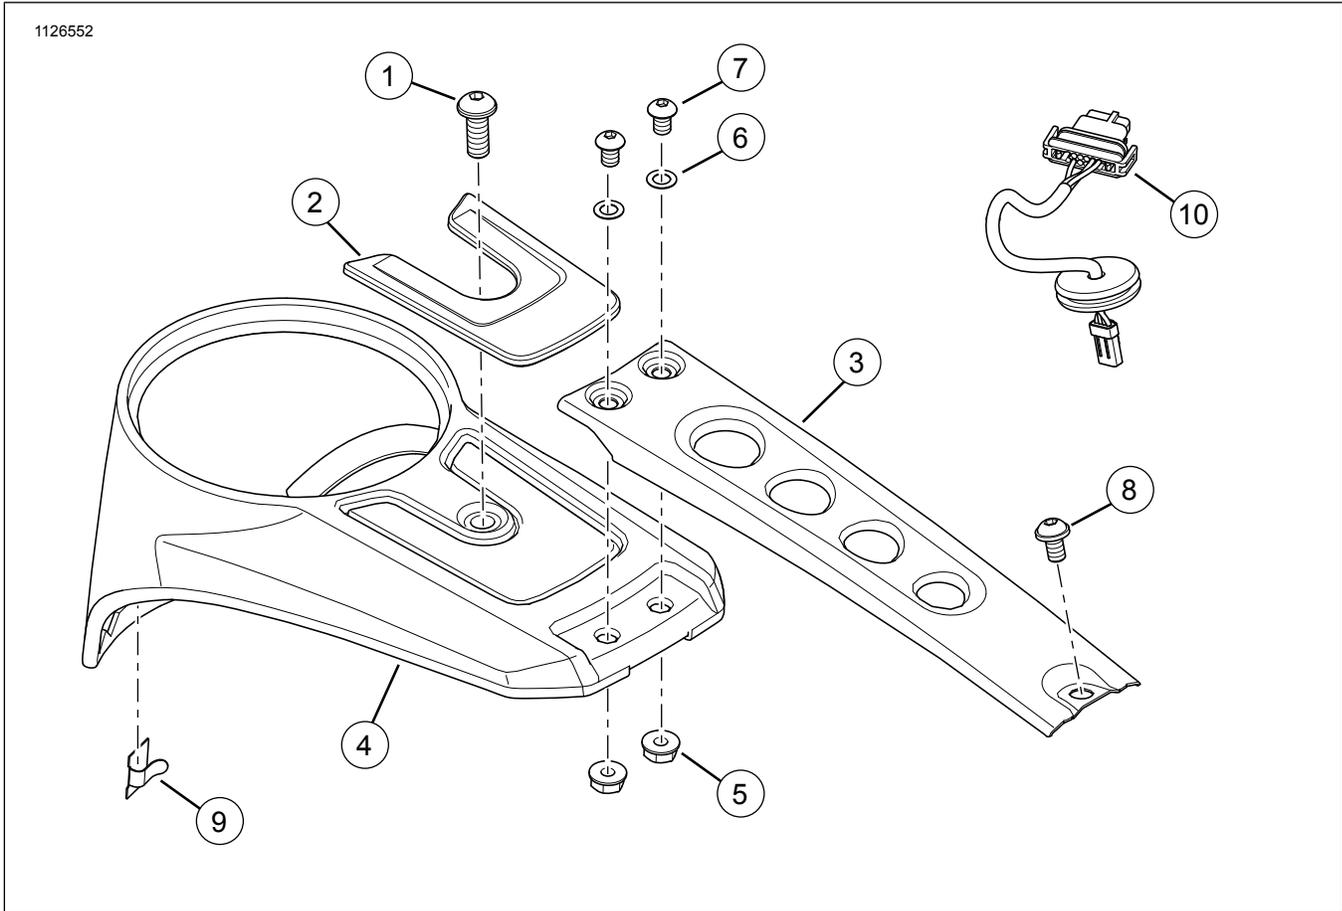
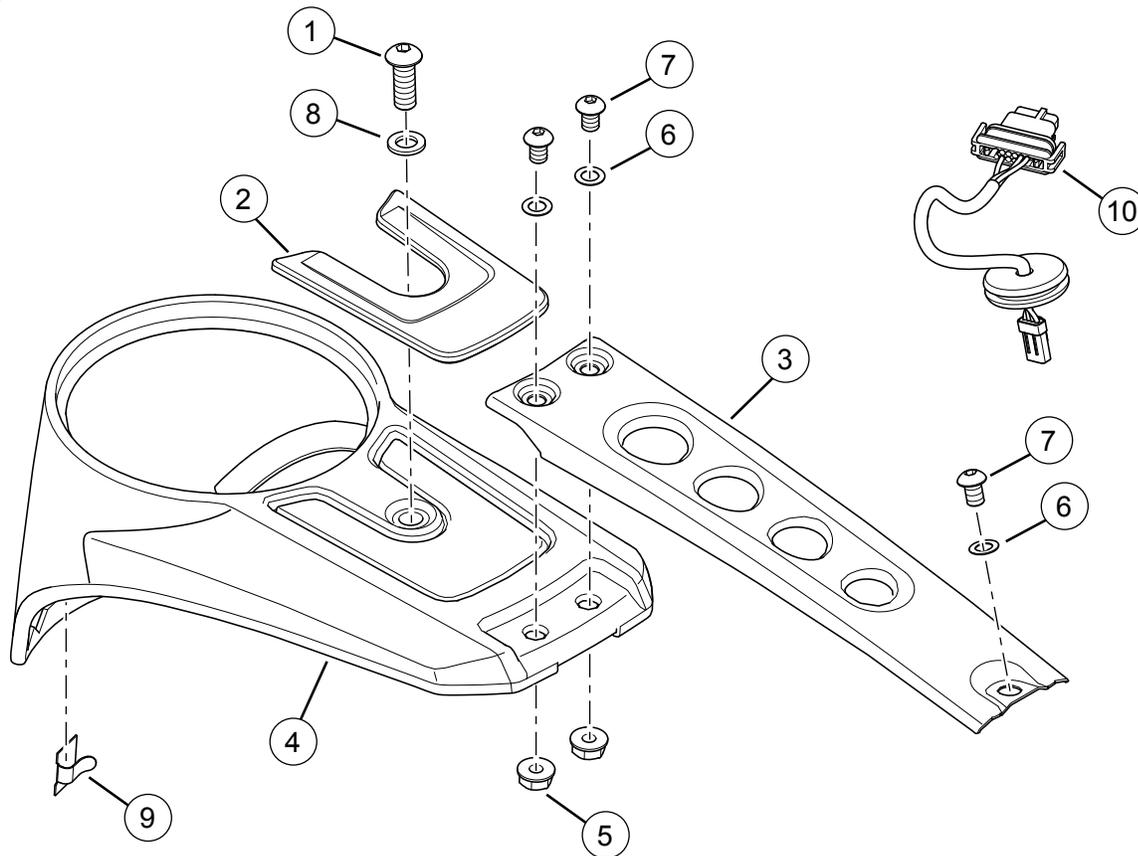

Figure 3. Kit de console de 5" (chromé)
Figure 4. Kit de console de 5" (noir)
Consulter Figure 3 ou Figure 4 et Tableau 1 .
1. Supprimer Module d'instruments de bord (IM) . Consultez le manuel d'entretien.
2. **Kits 70900835, 70900836** : Consulter Figure 3 ou Figure 4 . Retirer et jeter le faisceau IM (10). Consultez le manuel d'entretien.
1. Consultez Figure 3 ou Figure 4 . Nettoyer la section de la console (4) pour le médaillon (2). Consulter la section Bandes adhésives.
2. Retirer le ruban de protection de la bande adhésive du médaillon de la console (2). Attacher le médaillon à la section nettoyée de la console (4).
- a. positionner la garniture de la console (3) sur le dessus de la console.
- b. Installer les vis (7), les rondelles (6) et les écrous à collet (5). Serrer.